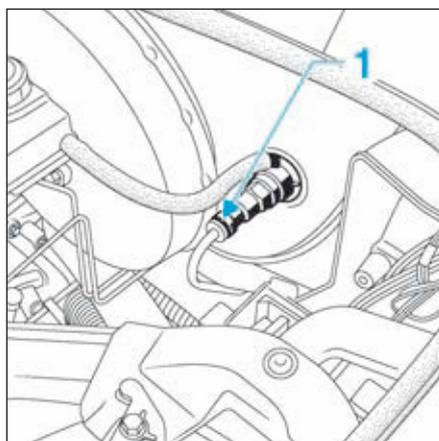

FIG.3
- Débrancher la canalisation (1) de commande hydraulique de l'embrayage (Fig.3).